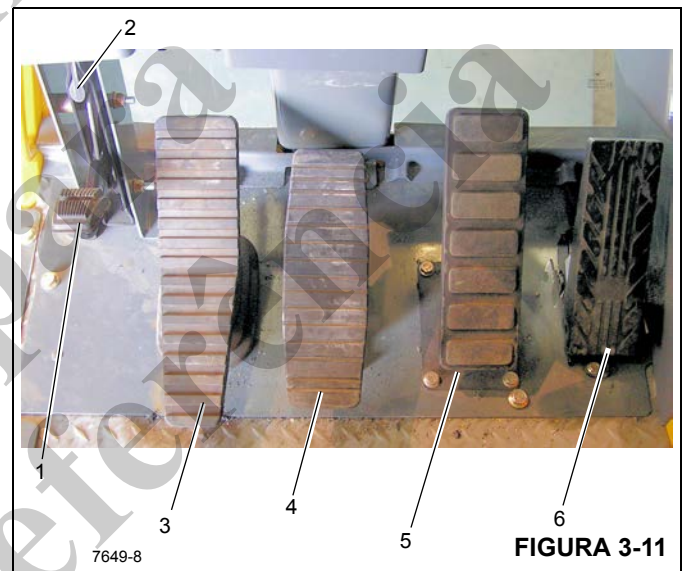

FIGURA 3-11
Números dos itens da Figura 3-11
O pedal da trava contra giro de 360° (1) (Figura 3-11) está localizado no lado esquerdo do piso da cabine do guindaste.
O pedal do freio de giro (3) (Figura 3-11) localiza-se no lado esquerdo do piso da cabine. O pedal do freio de giro é usado para acionar o freio de giro para diminuir ou interromper o movimento de giro. A frenagem é proporcional ao pressionamento do pedal. Com o pedal não pressionado e a válvula de controle do freio de giro desengatada, a pressão hidráulica é aplicada ao freio vencendo a pressão da mola e soltando o freio. Pressionar o pedal aciona a válvula do freio de giro a vácuo para aplicar pressão no conjunto do freio. Essa pressão auxilia a pressão da mola a vencer a pressão hidráulica aplicada no circuito de liberação do freio e aplica o freio de mola de acordo com a pressão da válvula do freio de giro a vácuo.
O pedal de controle do telescópio (4) Figura 3-11, fornecido quando o guindaste é equipado com um guincho auxiliar, localiza-se no lado esquerdo do piso da cabine. Empurrar a parte superior do pedal para frente estenderá a lança e empurrar a parte inferior do pedal para baixo retraindo a lança.
O pedal do freio (5) (Figura 3-11) é o segundo pedal a partir da direita no piso da cabine. Pressionar o pedal controla o acionamento dos freios de serviço.
O pedal do acelerador (6) (Figura 3-11) está no lado direito do piso da cabine. Ele é usado para controlar a rotação do motor que aumenta ou diminui proporcionalmente com a pressão aplicada no pedal. O pedal é conectado eletricamente ao módulo de controle da superestrutura que envia o sinal ao ECM do motor através do data link J1939.